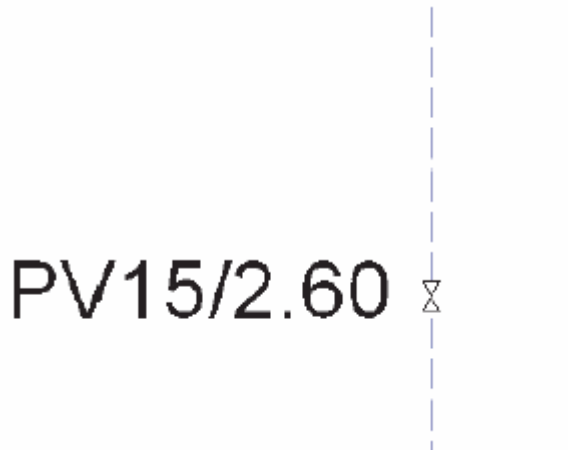

Рис. 3.2-49 Пример описания к арматуре
4. В проекте описание появится следующим образом: (Рис. 3.2-49)